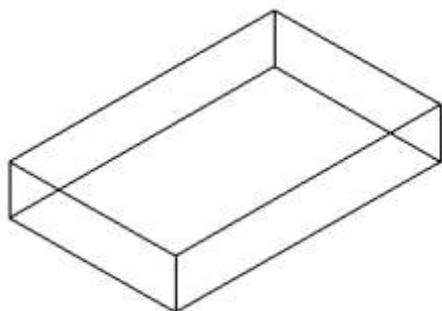

Рис. 99
5. Создаём ещё один прямоугольник 86x100 командой **Полилиния**. Настроить привязку на середину (рис. 99).